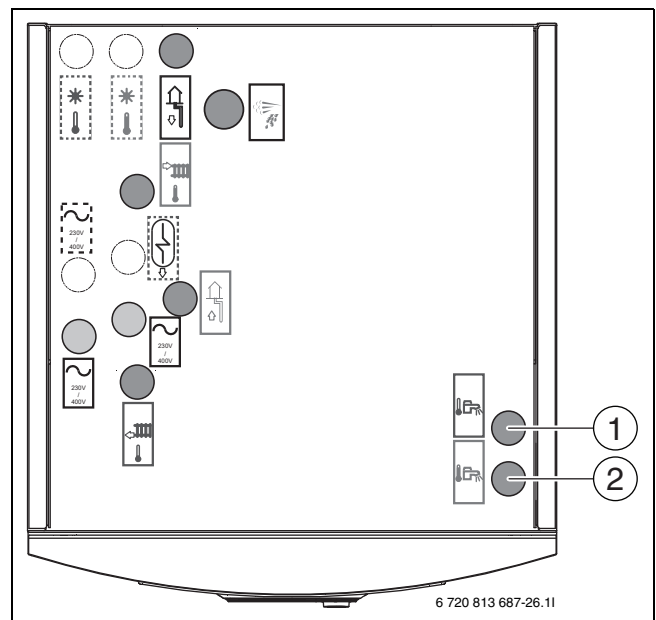

Fig. 22 Vanntilkoblinger på varmpumpen
- ▶ Koble til kaldtvann på [1] (fig. 22).
- ▶ Koble til varmtvann på [2] (fig. 22).